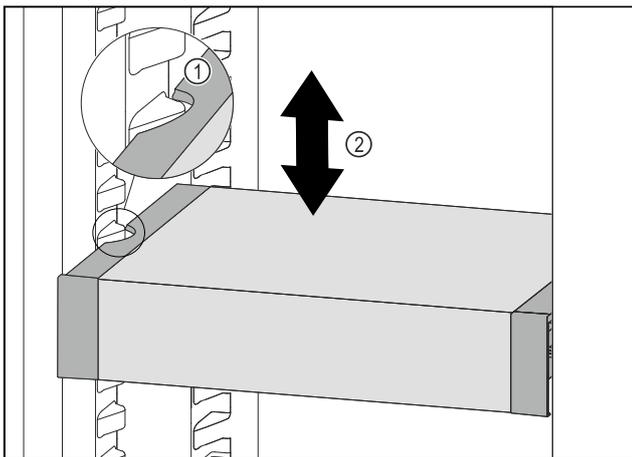

Fig. 110
- ▶ Потягнути VarioSafe вперед, поки бокові заглиблення VarioSafe не опиняться на рівні ребра для резервуара в охолоджувальному відділенні. Fig. 110 (1)
- ▶ Пересувайте VarioSafe вгору або вниз в охолоджувальному відділенні до тих пір, поки не досягнете бажаної висоти. Fig. 110 (2)